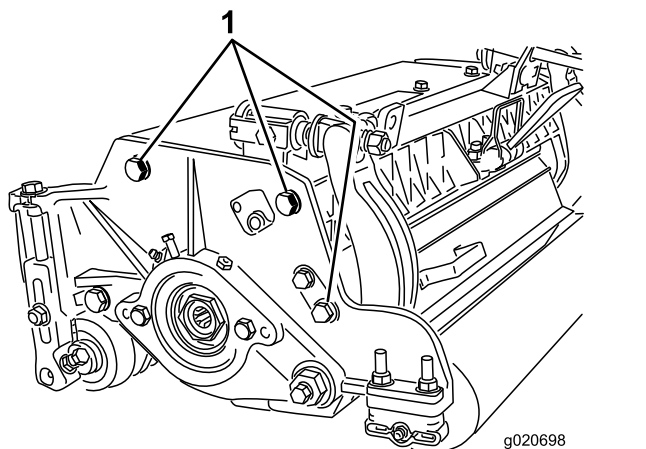

図 15
**注** リールと後ローラとの平行関係は、カッティングユニット全体の組み立て精度により保証されていますから、調整は不要です。極わずかの狂いの調整は以下の方法により可能です。カッティングユニットを定盤の上に載せ、サイドプレート固定キャップスクリューをゆるめる 図 15。ガタを除去し、キャップスクリューを 37-45 N·m 36.6-44.7 kg·m = 27-33 ft·lb にトルク締めする。